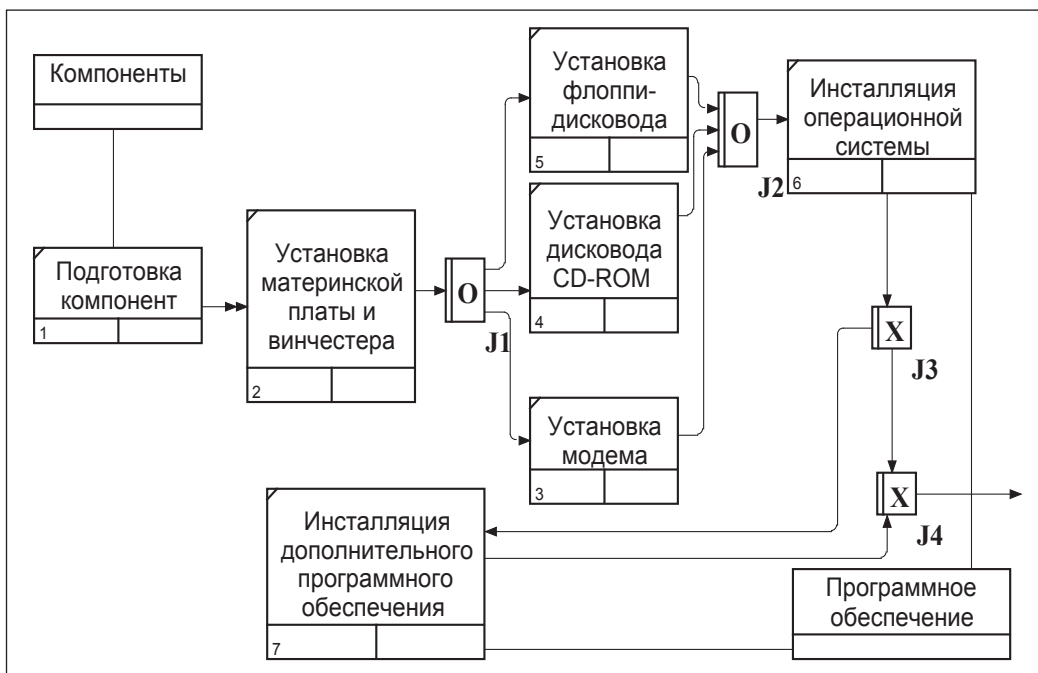

Рис. 7.4. Результат выполнения лабораторной работы 7
- Правой кнопкой щелкните по перекрестку для разветвления (fan-out), выберите Name и внесите имя «Компоненты, требуемые в спецификации заказа». Создайте два перекрестка типа «ИЛИ» и свяжите работы, как показано на рис. 7.4.